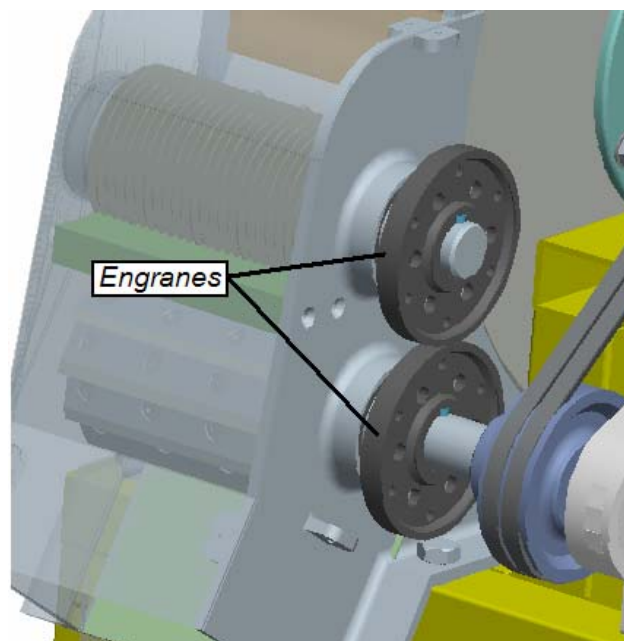

Figura B.9 Ubicación engranes.
6.-Verificar que los dos engranes estén perfectamente sujetos cada 80 hrs de servicio (ver figura B.9).